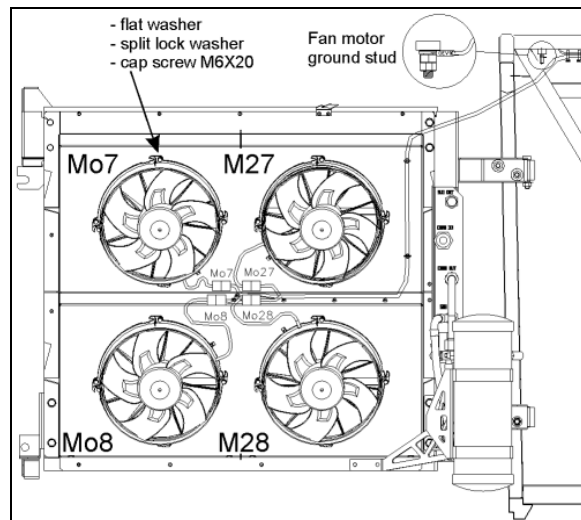

FIGURA 45: VENTILADORES DE CONDENSADOR 22363
2. Desconecte el conector del arnés del ventilador (Figura 45).